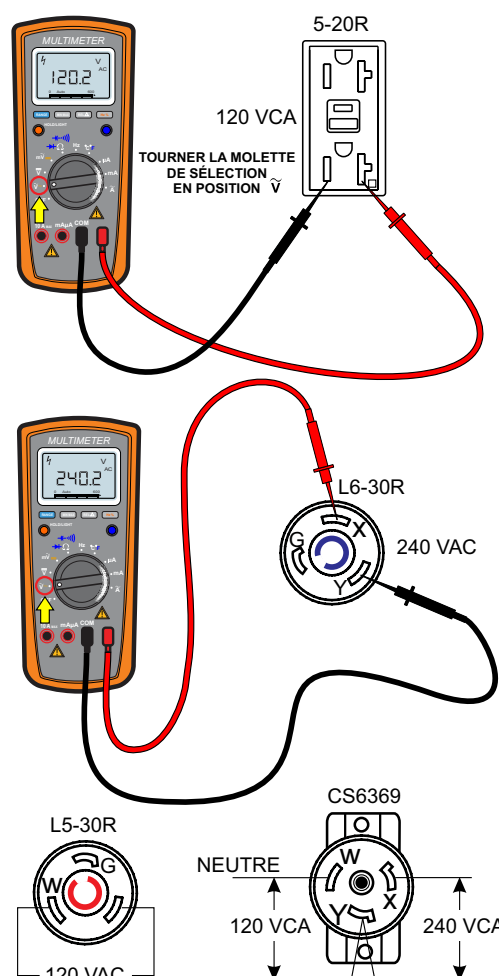

**Figure 73. Réceptacles auxiliaires Mesure de la tension**
- Si vous le souhaitez, vous pouvez utiliser un multimètre pour mesurer la tension alternative aux prises auxiliaires, comme le montre la Figure 73. Veillez à placer tous les disjoncteurs auxiliaires en position **MARCHE** avant de procéder à la mesure de la tension.